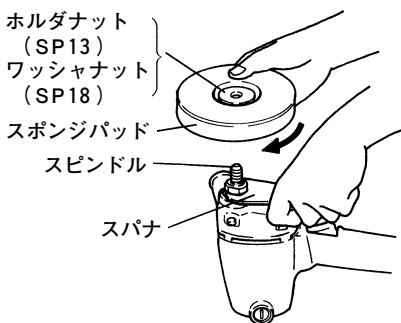

図 9
- (1) まず、スポンジパッドにホルダナット (SP13) またはワッシャナット (SP18) をはめ込みます。
- (2) 付属のスパナでスピンドルを回転しないように押さえ、ホルダナットまたはワッシャナットをネジ込みます。(図9) スポンジパッドは矢印の方向に回しますと、ホルダナットまたはワッシャナットにより締付けられます。